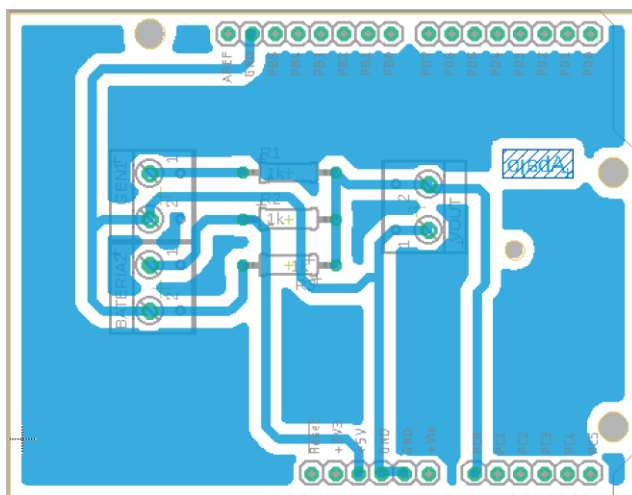

Figura 18: Posible resultado del proceso de autoruteado.
40. Un posible resultado se muestra en la figura 18.
46. Seleccione nuevamente la herramienta **Route airwire** y realice manualmente las pistas de la tarjeta de tal manera de obtener un resultado similar al de la figura 18.